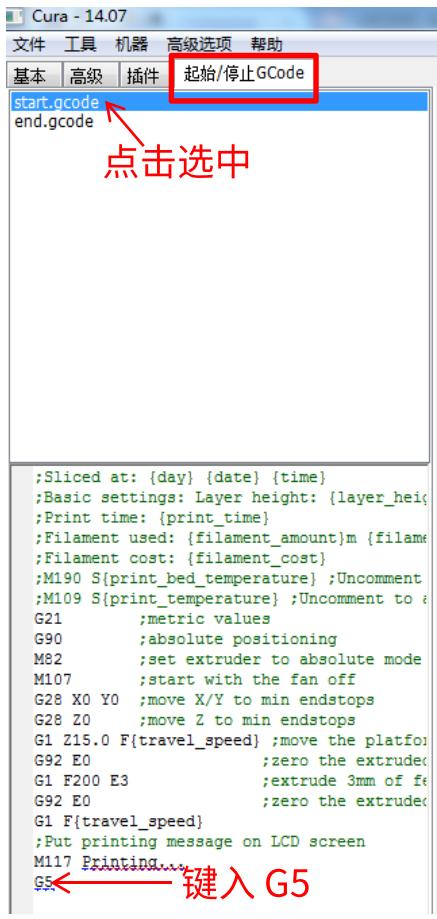

图36
2.在Cura里保存Gcode文件之前（Save Gcode），需手动在开始代码的末尾处加入一行G5（具体操作见图36）。然后正常保存Gcode至SD卡，利用SD卡进行脱机打印。